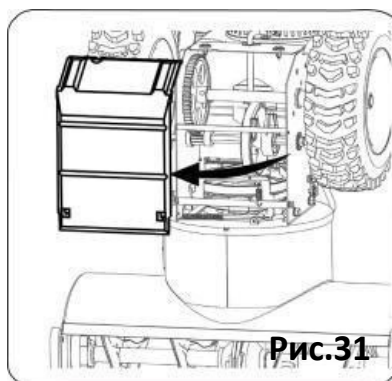

Рис.31
- Осторожно поверните снегоуборщик вверх и вперед так, чтобы он опирался на корпус шнека. Снимите крышку рамы с нижней стороны снегоуборочной машины, сняв четыре винта, которые закрепляют его см.рис.31.